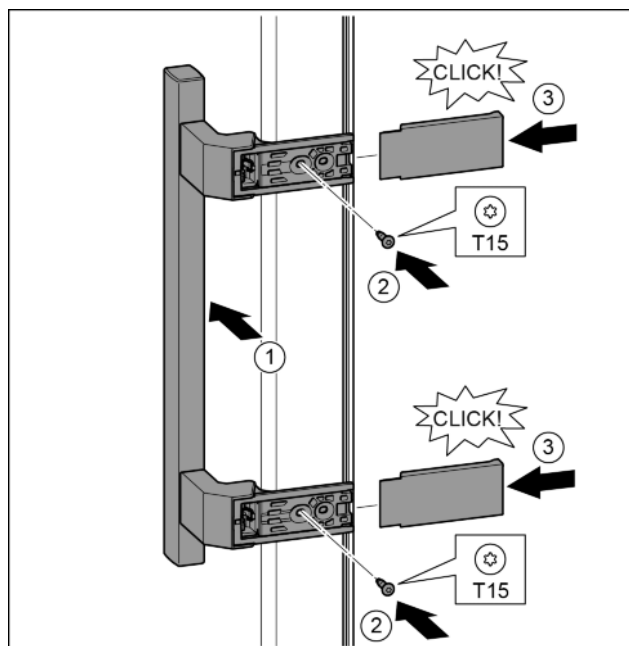

Fig. 20
- ▶ A fogantyút az ellenkező oldalra helyezze fel. Fig. 20 (1)
- ▶ Húzza meg a csavarokat a T15 csavarhúzóval. Fig. 20 (2)
- ▶ A fedelet helyezze fel oldalra és tolja fel. Fig. 20 (3)